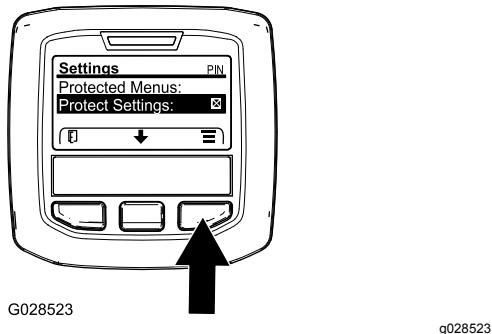

Figure 32
1. Accédez au menu protégé et déverrouillez le sous-menu protégé des réglages (Figure 32); voir Accès aux menus protégés \(page 15\).